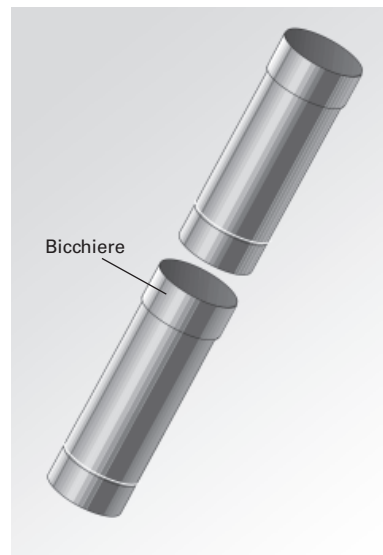

Fig. 64 Tubo evacuazione fumi in acciaio inox
g) Innestare i tubi di evacuazione fumi **sempre con il bicchiere verso l'alto** (negli accessori in acciaio inox per l'evacuazione fumi, il lato con diametro più piccolo si adatta esattamente al manicotto per l'evacuazione fumi della Vario-WIN), in modo che eventuali reflussi di condensa non possano fuoriuscire dal tubo dei fumi – Fig. 64.